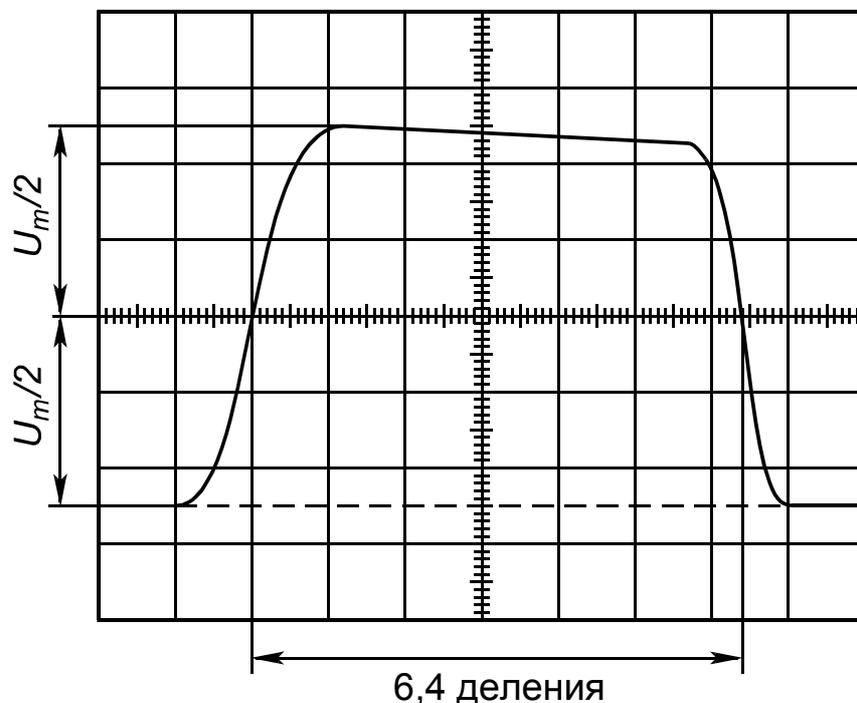

Рис. 9. Измерение длительности между двумя точками сигнала (активной длительности импульса)
– ручкой « $\leftrightarrow$ » переместите изображение сигнала таким образом, чтобы точка, от которой начинается отсчет, совместилась с одной из вертикальных линий в левой стороне экрана (рис. 9);
**ПРИМЕР.** Расстояние между точками отсчета составляет 6,4 деления (рис. 9); переключатель « **время/дел.** » установлен в положение « **0,2 мС** », а переключатель «  $\times 1$ ;  $\times 0,2$  » – в положение «  $\times 1$  ». Длительность сигнала составляет: